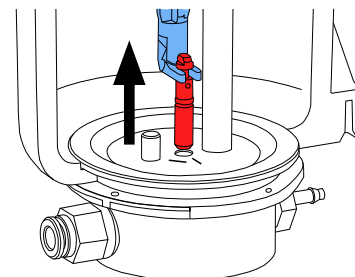

Bild 12
- ⇒ Ta tag i doseringsmunstycket med ett verktyg och dra ut det uppåt (bild 12).